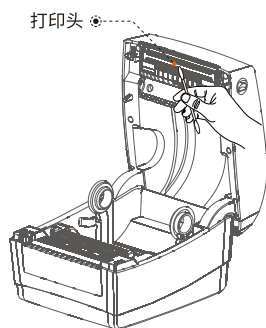

图1
- (1) 关闭打印机的电源，打开上盖，如果有纸，将纸去除；
- (2) 如果刚打印完毕，应等待打印头完全冷却；
- (3) 用柔软的棉布蘸无水乙醇（应拧干）擦除打印头表面的灰尘、污点；（图1）
- (4) 等待无水乙醇完全挥发后，合上上盖，重新试机打印。